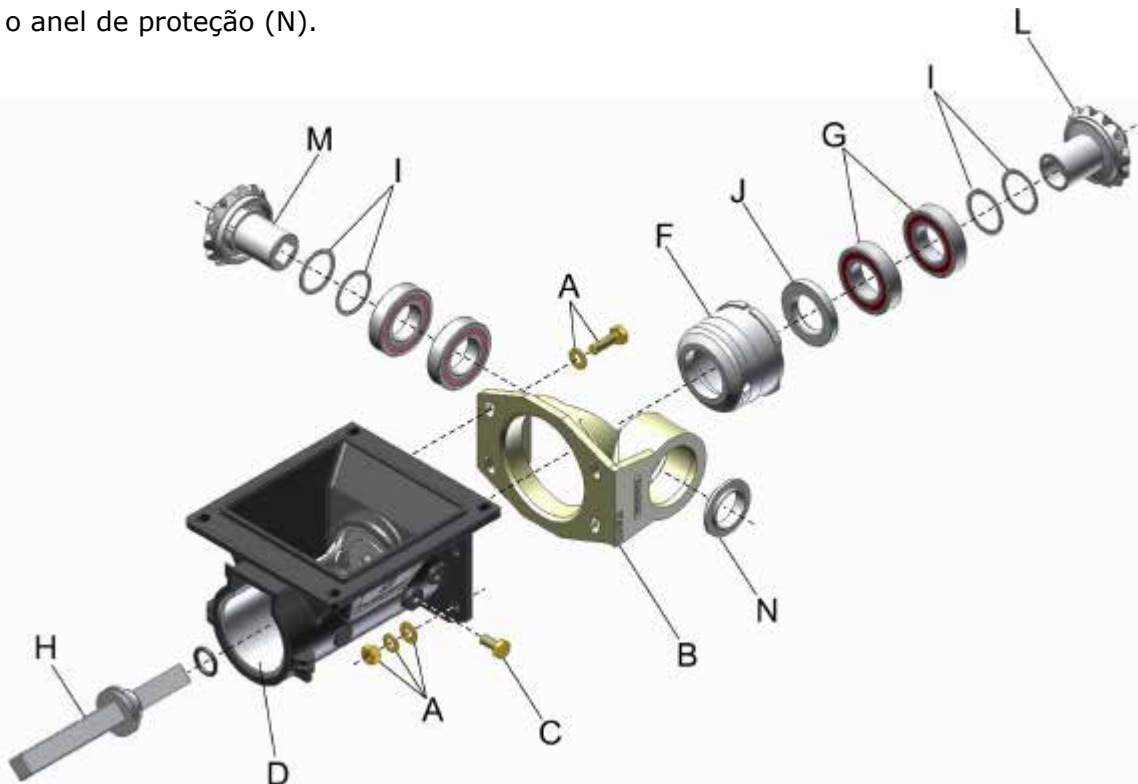

fig. 44
- 2-** Retire os quatro parafusos e porcas (A) (fig. 44) de fixação do mancal suporte dos pinhões de transmissão (B);
- 3-** Afrouxe e retire os parafusos (C) de fixação do revestimento (D), retirando-o do conjunto;
- 4-** Retire a bucha mancalizadora (F) e os rolamentos (G). Retire o eixo acionador (H) e remova a bucha mancalizadora dos rolamentos e o retentor (J) fazendo as limpezas ou substituições necessárias;
- 5-** Retire o anel de proteção (N).
Observe atentamente que deverão ser montadas as arruelas de ajuste (I) (fig. 44 - página 51), as quais proporcionarão um espaço maior ou menor para o ajuste dos pinhões (L e M). Se houver necessidade de substituição dos pinhões, deverá ser feito do conjunto: pinhão acionador-motriz (L) e do pinhão movido (M).